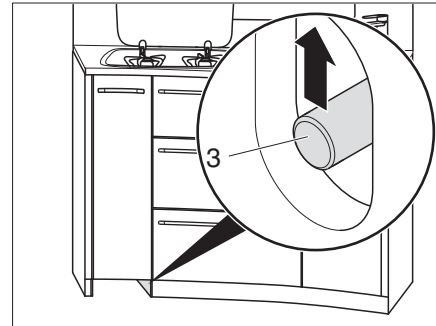

Fig. 124 Desbloquear los cajones de la cocina
- Empujar hacia arriba la barra de empuje (Fig. 124,3).